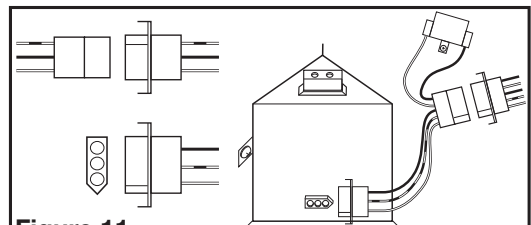

Figure 11 REMARQUE : La configuration du compartiment de fil dépendra du modèle.
3. Connectez le faisceau électrique du ventilateur en connectant l'extrémité de 3 broches de connexion rapide dans le réceptacle situé sur le côté du couvercle du compartiment de fil. Assurez-vous que l'extrémité avec 5 broches de connexion rapide est branchée dans la prise du ventilateur. Connectez le faisceau électrique en branchant l'extrémité avec 3 broches de connexion rapide rectangulaire dans le réceptacle situé dans la partie supérieure du compartiment de fil. Ces fils ne s'adaptent que dans un sens dans les réceptacles (Figure 11).